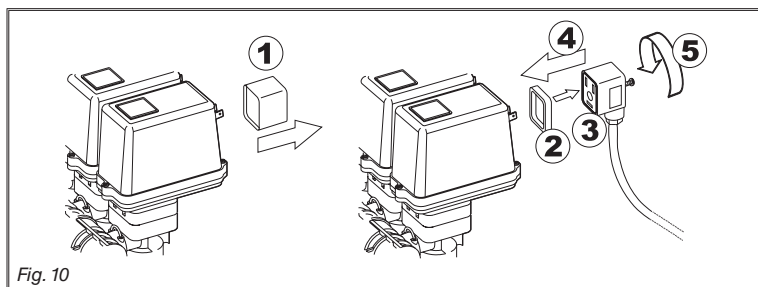

Fig. 10
- Alle konnektorerne for tilslutning til ventilerne skal være forsynet med pakningen, før de tilsluttes (Fig. 10).
- Fjern beskyttelseshætten (1 i Fig. 10) fra den elektriske ventil.
- Anbring pakningen (2) ved at sætte den på konnektoren (3), tilslut derefter konnektoren ved at trykke den helt i bund (4): **pas på ikke at bøje de elektriske kontakter på ventilen under isætningen.**
- Skru skruen (5) helt i.